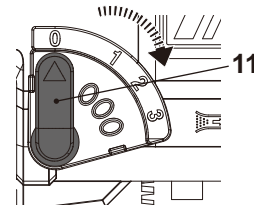

Fig. 10
A acção do pêndulo pode ser ajustada utilizando 4 configurações diferentes. A acção do pêndulo pode ser ajustada durante o funcionamento, utilizando a alavanca selectora do pêndulo (11). (Fig.10).